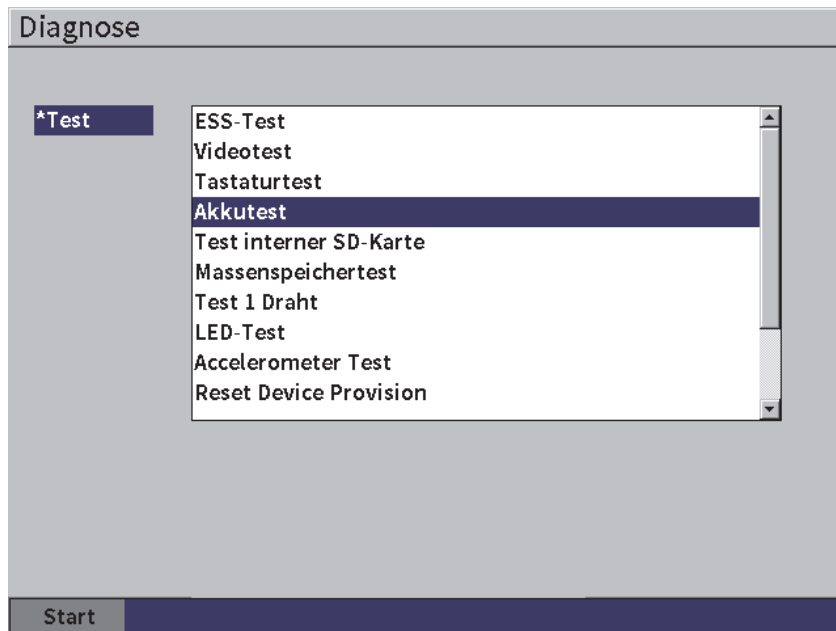

Abbildung 5-15 Konfigurationsfenster Diagnose
1. Wählen Sie das Symbol für **Diagnose** () aus, um das Konfigurationsfenster **Diagnose** zu öffnen (siehe Abbildung 5-15 auf Seite 79).